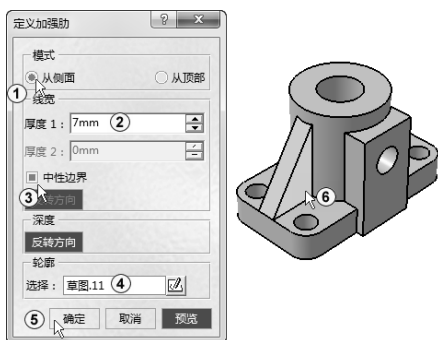

图 3-50 加强肋
在“特征”工具栏中选择“加强肋”按钮，弹出“定义加强肋”对话框，在“模式”选项组中选择“从侧面”，在“厚度 1”文本框中输入 7，选中“中性边界”复选框，在“轮廓”选项组中的“选择”框中采用系统自动选择的“草图.11”作为加强肋的轮廓，如图 3-50 中①～④所示。其他采用默认设置，单击“确定”按钮完成加强肋操作，如图 3-50 中⑤⑥所示。